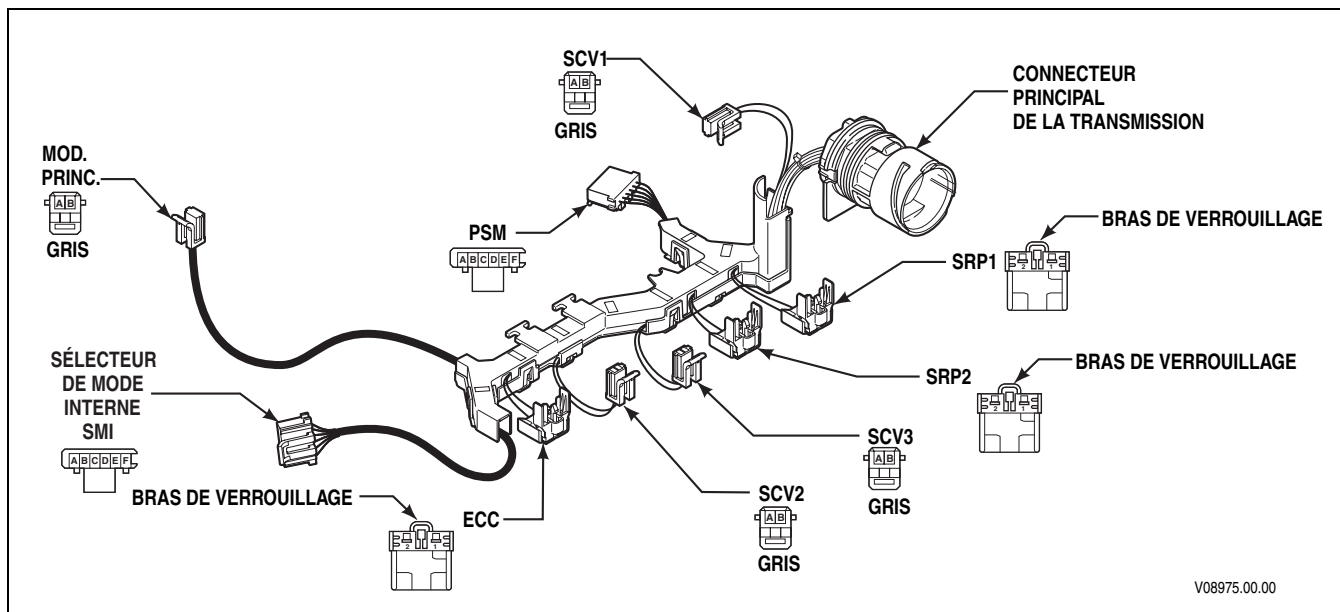
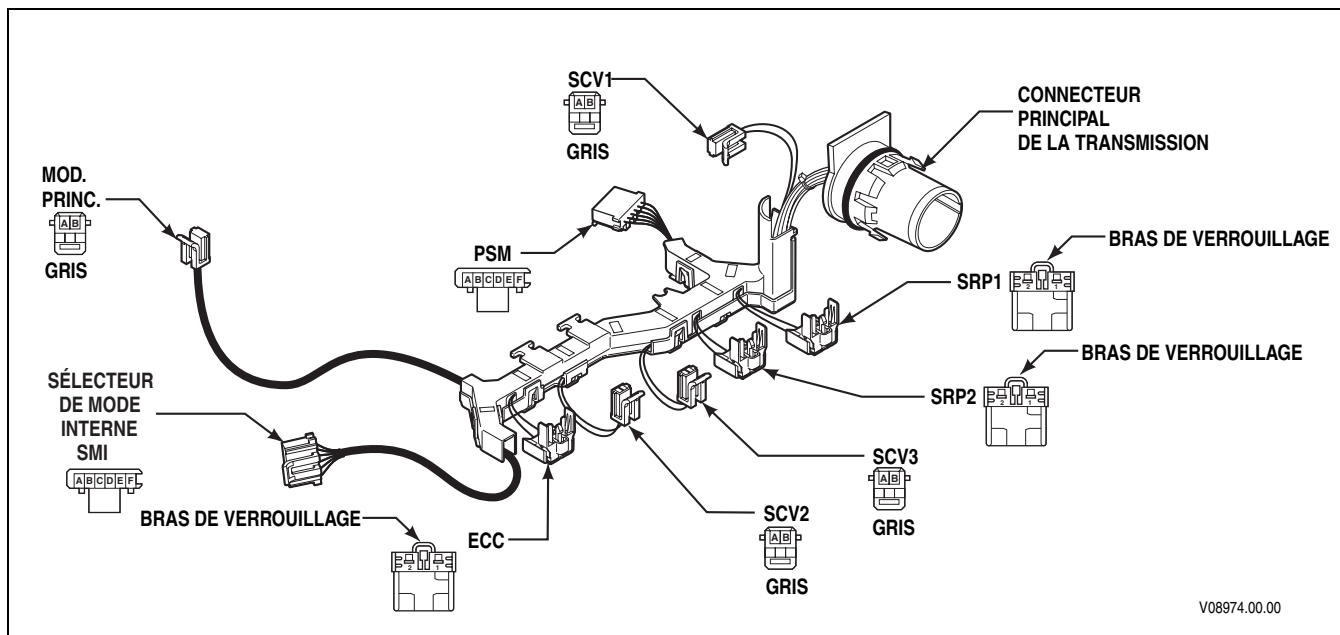

Figure 1-11. Faisceau de fils interne standard (connecteur à 24 voies)
Figure 1-12. Faisceau de fils interne standard (connecteur à 20 voies pour applications GM uniquement)
Un faisceau de fils interne (Figure 1-11 et Figure 1-12) connecte les solénoïdes de changement de vitesses (SCV1, SCV2, SCV3), les solénoïdes de régulation de pression (SRP1, SRP2), le solénoïde d'embrayage du convertisseur de couple (ECC), le sélecteur de mode interne (SMI), le boîtier de manocontact (BM) et la sonde de température au faisceau externe relié au TCM.